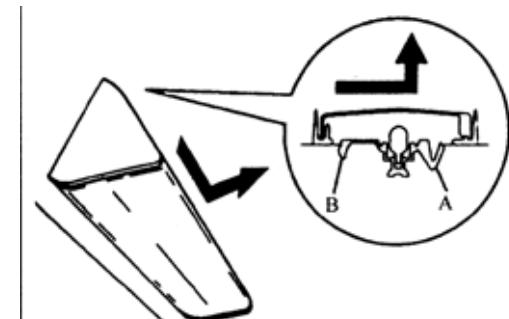

图 9-56
3)拆下牌照灯总成。如图 9-56 所示, 拉出牌照灯总成, 松开卡钳, 断开连接器。